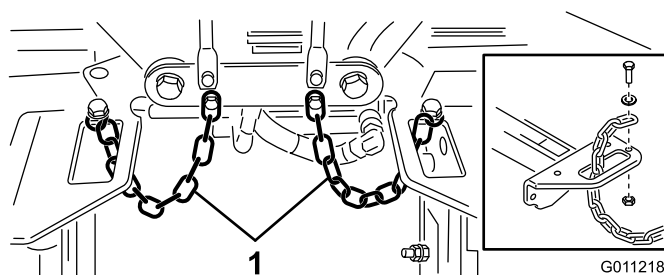

Figura 22
4. Faça passar uma corrente de controlo pela ranhura na extremidade de cada estrutura de suporte. Fixe a corrente de controlo à parte superior da estrutura de suporte com um parafuso, uma anilha e uma porca de bloqueio (Figura 22).